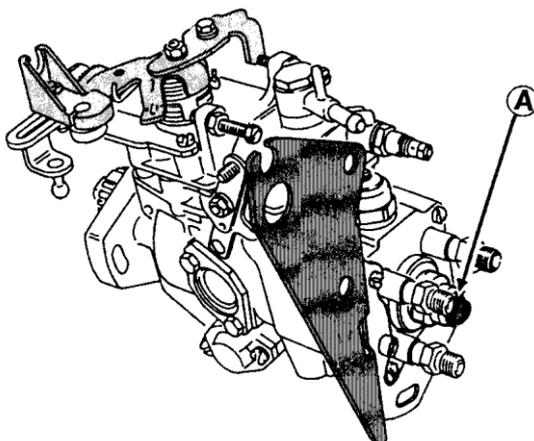

Fig.22
Sur une pompe d'injection à distributeur rotatif "BOSCH" le début d'injection est en rapport direct avec la course du piston interne. Le contrôle s'effectue sur la tête hydraulique en déposant le bouchon obturateur (A) (fig.22).